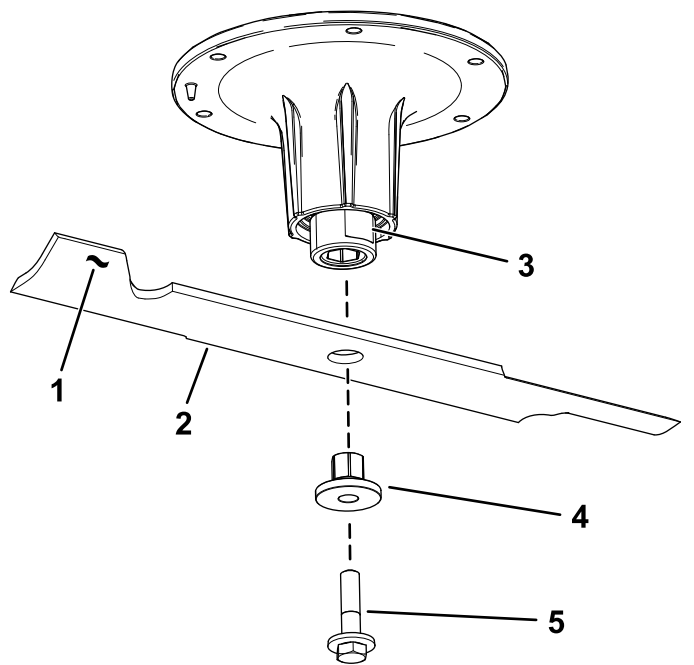

Figura 109
2. Retire el perno de la cuchilla, el buje y la cuchilla del eje (Figura 109).